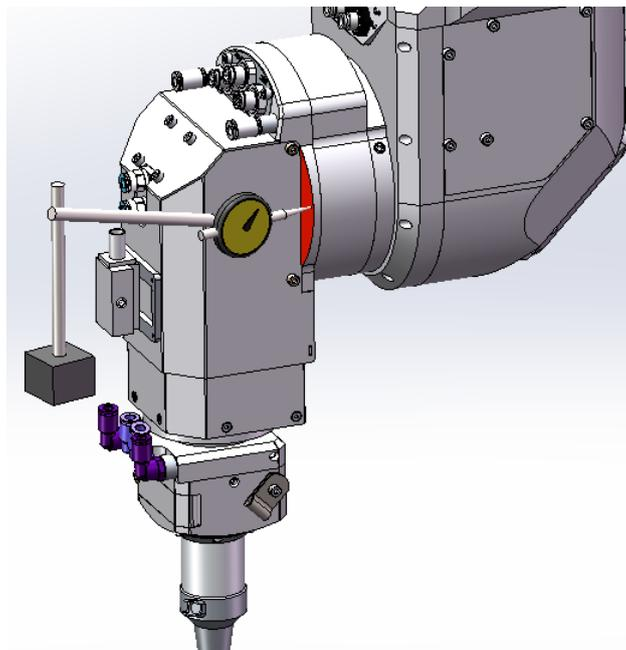

图 5.18 A 轴零位校正
b) 表探针打在随动组件两侧的测试面（如图 5.18 标红平面）；